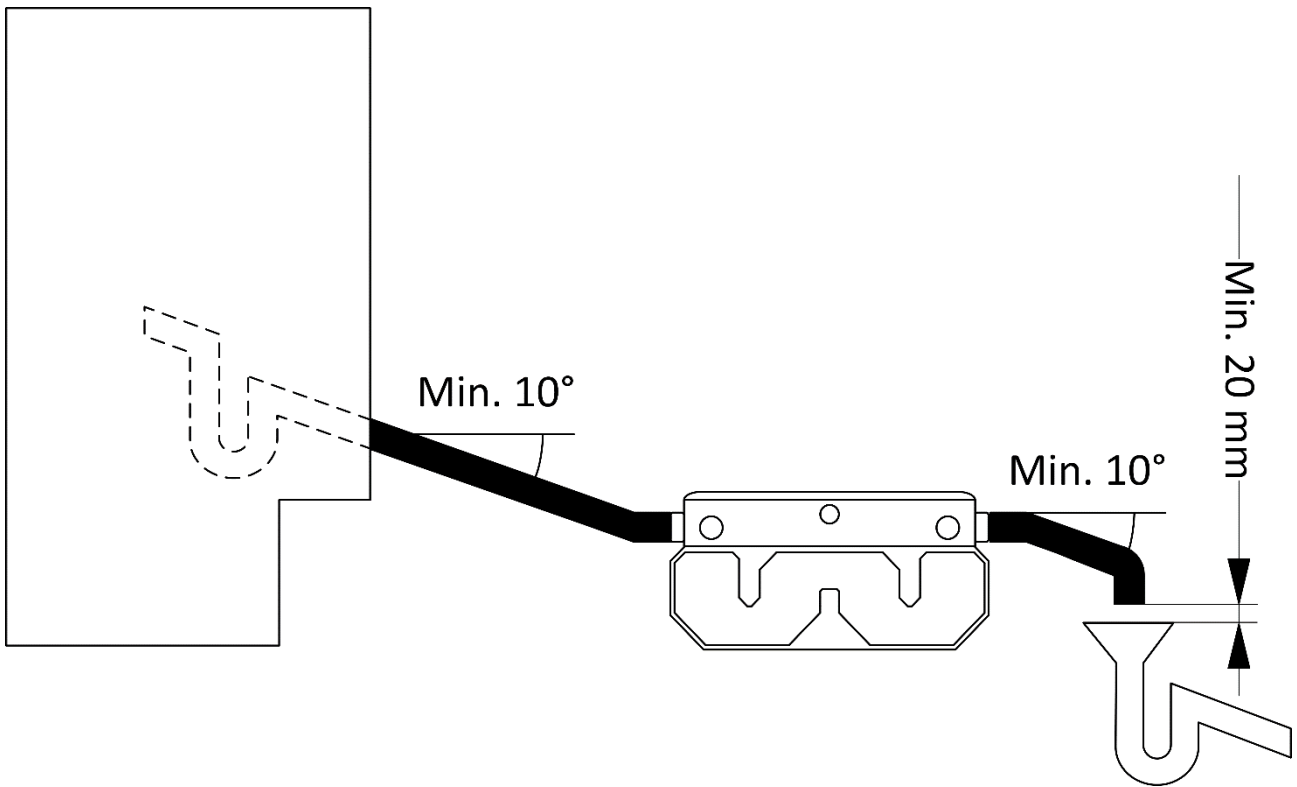
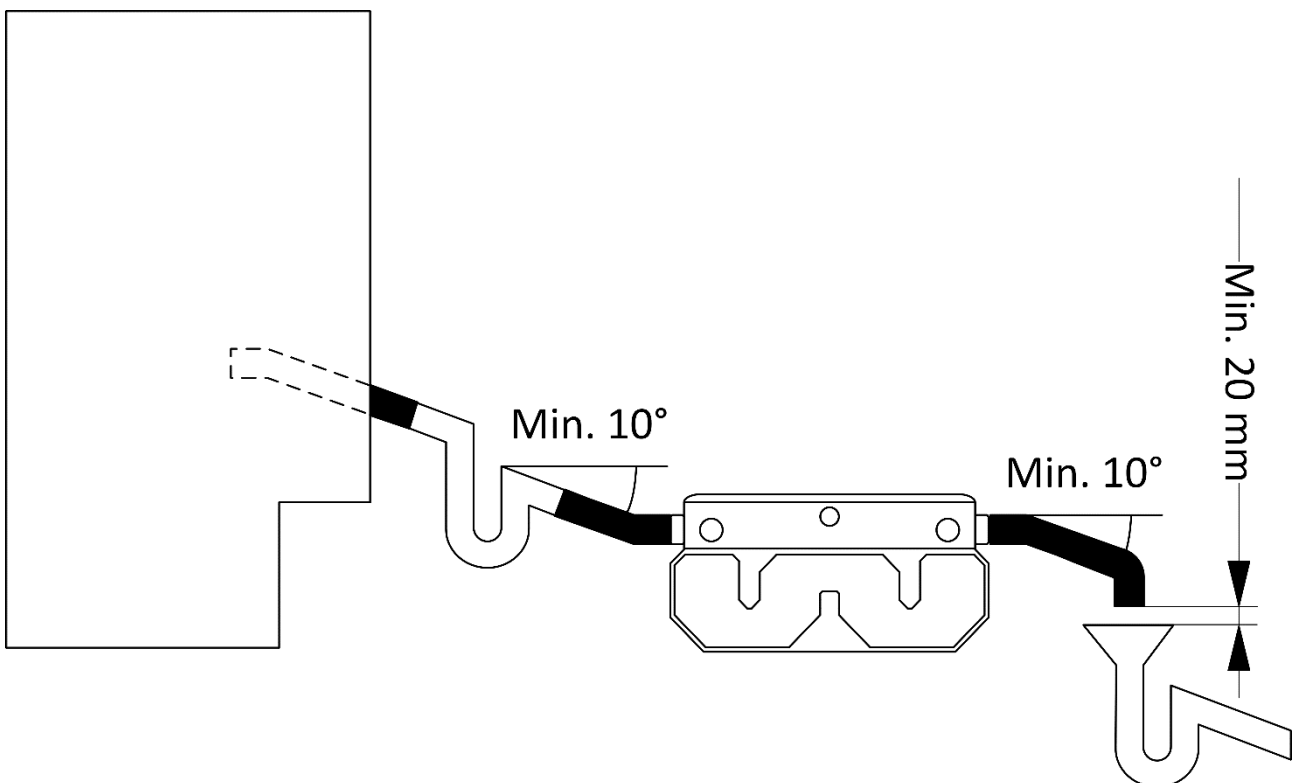

Abbildung 2: Einbau Purecondens® mit siphonierter Kondensatzuleitung im Wärmeerzeuger
Abbildung 3: Einbau Purecondens® mit siphonierter Kondensatzuleitung
Es sind die technischen Daten der Neutralisations-einrichtung (siehe Kapitel 7), die Schutzmassnahmen (siehe Kapitel 1.4), die Einleitungsbedingungen gemäss Arbeitsblatt DWA-A 251, sowie die örtlichen und allgemeinen Vorschriften zu beachten. Abbildung 2 und Abbildung 3 zeigen auf, wie die Purecondens[®] montiert wird.
3. Purecondens[®] gemäss Abbildung 2 bzw. Abbildung 3 anschliessen.
- 3.4. Falls im/am Wärmeerzeuger / Abgaswärmetauscher / Abgassystem kein Siphon vorhanden ist, muss der Eintrittsschlauch entsprechend siphoniert sein (siehe Abbildung 3).